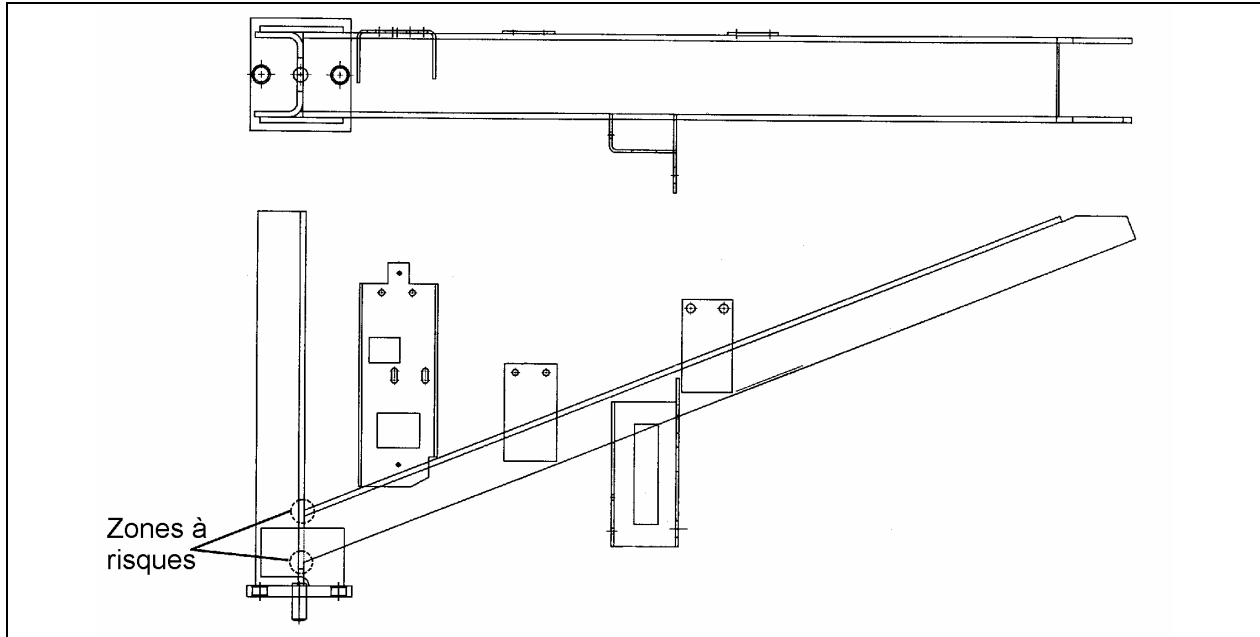

FIGURE 1 : ENSEMBLE SUPPORT DE LA BARRE D'ACCOUPLMENT TRANSVERSALE DE L'ESSIEU AVANT
2. Enlever l'enduit protecteur (Gravel Guard 3M) et toutes traces de rouille près des zones à risques, les zones à risques sont la jonction de la poutre et du montant diagonal de l'ensemble support indiquée à la figure 1.